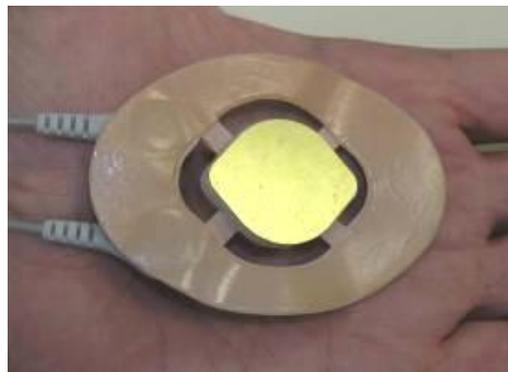

Abb. 1
1. Schließen Sie das Kabel des PainShield an die Druckknöpfe des Patch an. Siehe Abb. 1
2. Entfernen Sie die Schutzschicht von dem Gesichts-Patch. Siehe Abb. 1